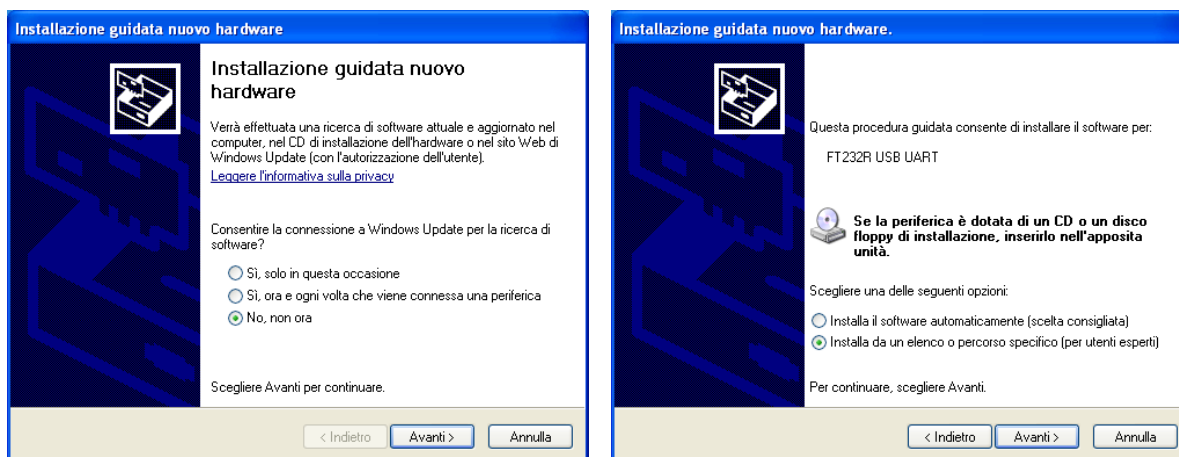

Fig. 5. Installazione drivers MBS-MR (7)
- Immediatamente dopo il computer richiede una ulteriore installazione guidata del nuovo hardware, ripetere le operazioni descritte sopra. Selezionare l'opzione "No, non ora" e premere il pulsante "Avanti" (fig. 5/7);
- Scegliere l'opzione "Installa da un elenco o percorso specifico (per utenti esperti)" (fig. 5/8);